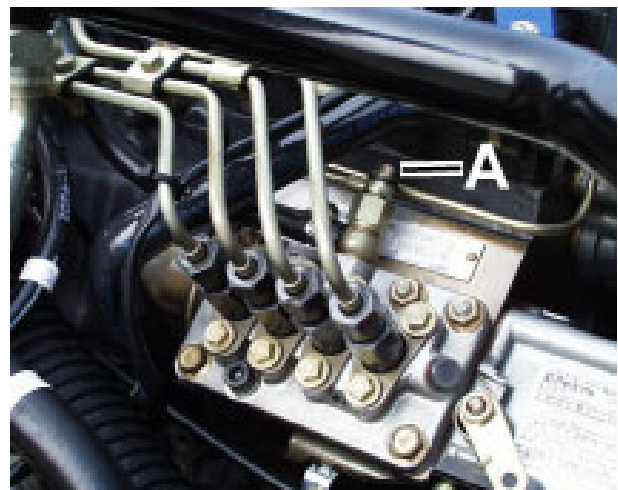

Abb.11
4. Öffnen Sie die Entlüftungsvorrichtung (A) an der Seite der Einspritzpumpe, damit die Luft austreten kann. (Abb.11)